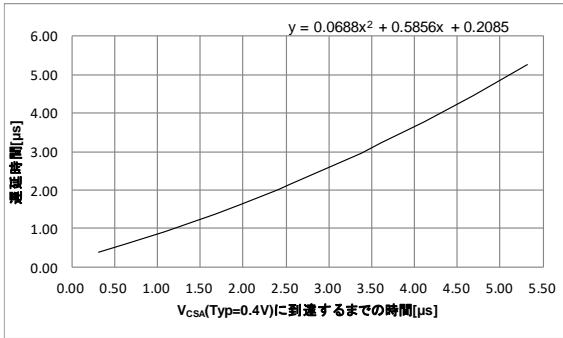
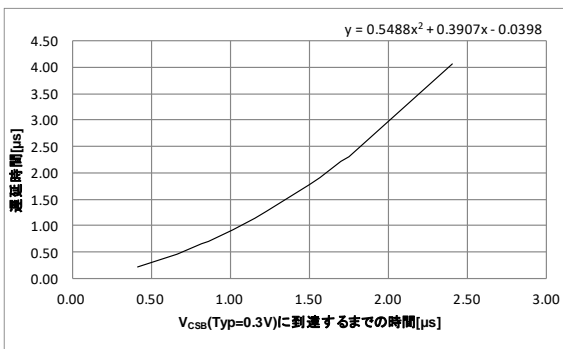

Figure 6A. 遅延時間 vs  $V_{CSA}$  (Typ=0.4 V) に到達するまでの時間(BM2P061E-Z)
Figure 6C. 遅延時間 vs  $V_{CSB}$  (Typ=0.3 V) に到達するまでの時間(BM2P131E-Z)
スイッチングサイクルごとの過電流リミッタを内蔵しています。過電流リミッタは 1 パルスに対して、SOURCE 端子電圧が  $V_{CSA}$  (Typ=0.4 V) または  $V_{CSB}$  (Typ=0.3 V) 以上になると、遅延時間後にターン OFF する動作です。遅延時間は  $V_{CSA}$  (Typ=0.4 V) または  $V_{CSB}$  (Typ=0.3 V) に到達するまでの時間によって変化します。この遅延時間により、AC 電圧補正機能が動作しています。SOURCE 端子電圧が  $V_{CSA}$  (Typ=0.4 V) または  $V_{CSB}$  (Typ=0.3 V) に到達するまでの時間と追加の遅延時間の関係を Figure 6A から Figure 6C に示します。
- $t_D$ : IC で追加される遅延時間 (Figure 6A から Figure 6C 参照)